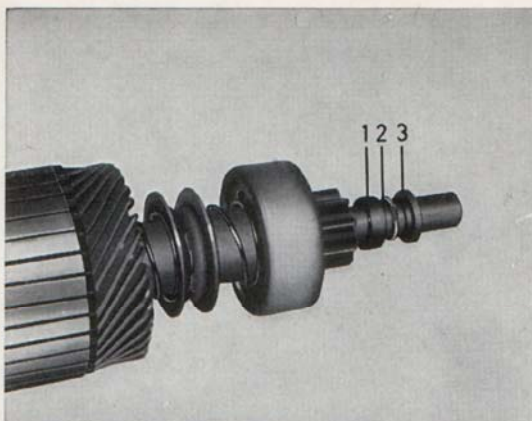

Bild 40. Drev, låsring och mutter.
6. Lossa anslagsbrickorna på rotoraxeln. De tunna brickorna (axialjusteringsbrickorna) samt bricka 3, bild 40 lyftes bort genom att dragas rakt ut på axeln. Den tjocka brickan 1, bild 40 slås först in 5—8 mm på axeln så att låsringen 2, bild 40, kan tagas bort varefter brickan drages av axeln.
2. Montera startdrevet på rotoraxeln, sätt därefter på brickor och låsring enl. bild 40. Smörj rotoraxeln enl. anvisningarna på bild 66.